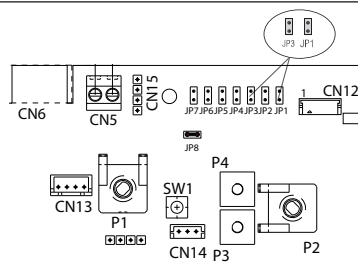

Fig. 4.19
- inserire i jumper JP1 e JP3 (fig. 4.19)